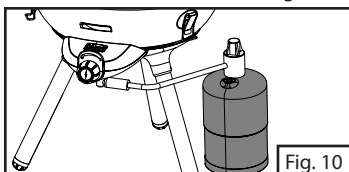

Fig. 10
5. El cilindro de propano correctamente instalado. (Fig. 10)